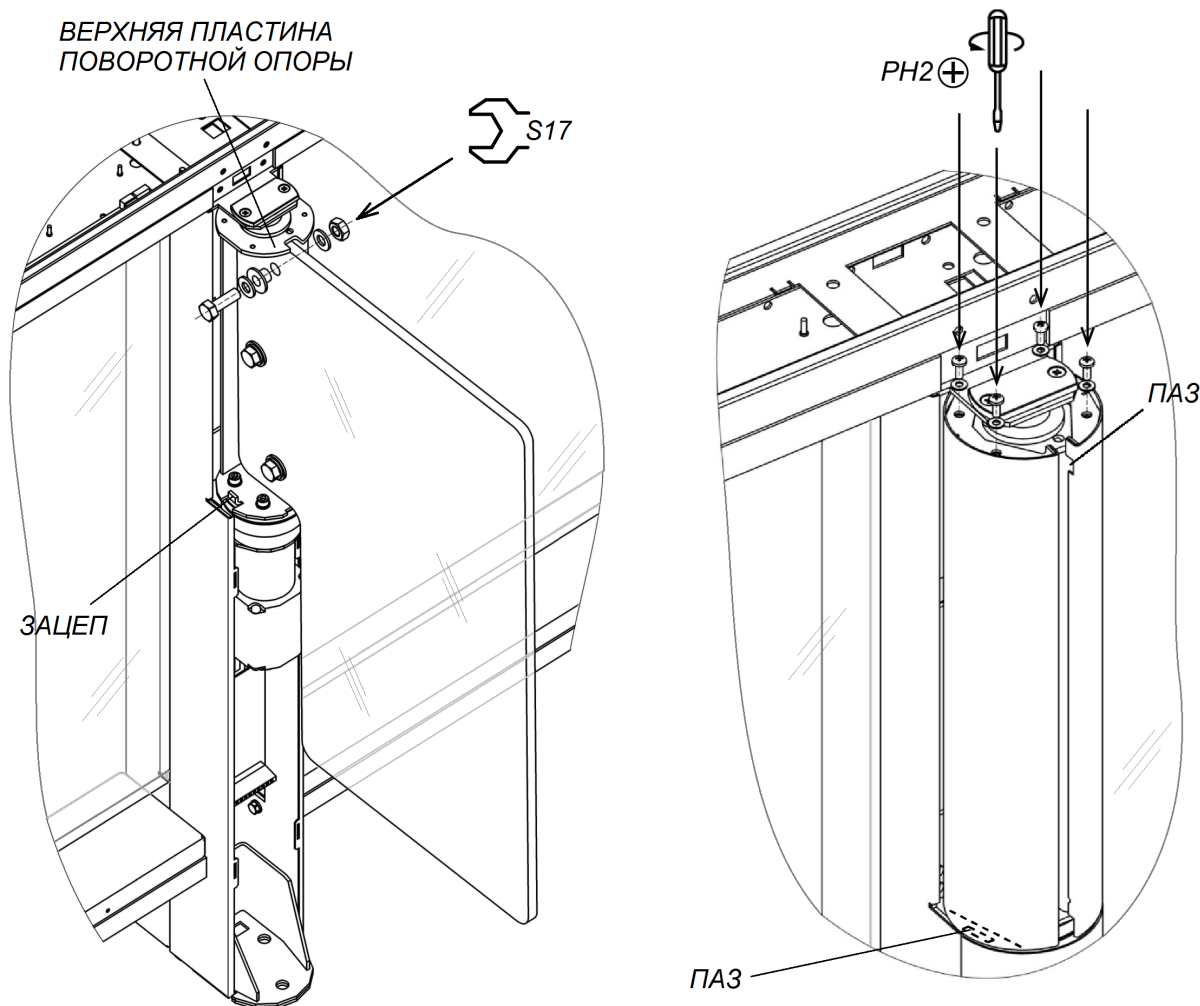

Рисунок 25. Створка и кожух створки
22. Распакуйте стеклянные створки (1) и произведите их монтаж (рис. 25, разд. 8.9.3).
23. Установите кожухи створок (4) из комплекта принадлежностей (рис. 25, разд. 8.9.4).
Порядок монтажа верхней крышки секции **STC-01G (SDC-01G)** и **STC-01S (SDC-01S)** (рис. 25):